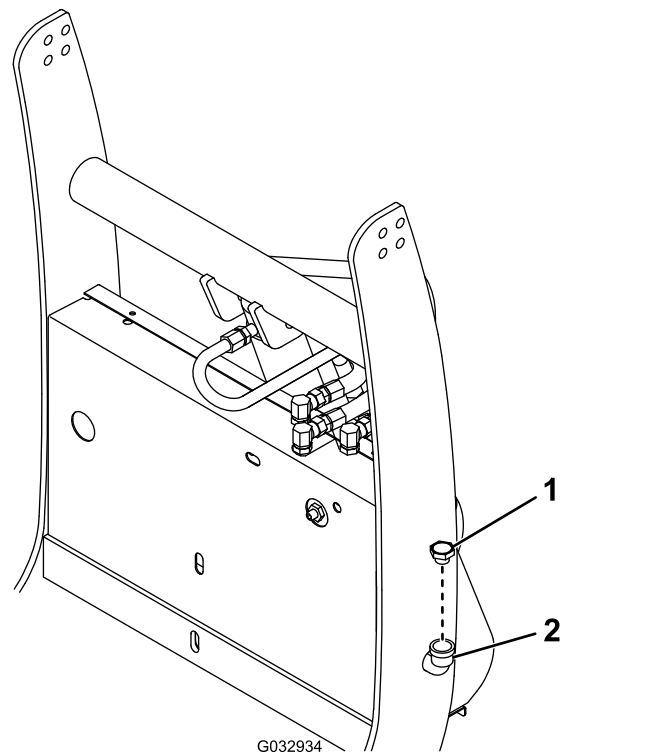

Figura 33
- Limpie el área alrededor del tapón de llenado (Figura 33).
- Retire el tapón de llenado de la reserva hidráulica (Figura 33).